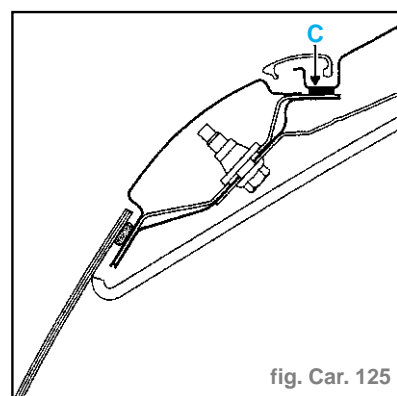

fig. Car. 125
**Nota** : Réaliser un cordon de mastic colle (C) dans les zones (B) et (D) du dessin de base, pour renforcer le pavillon au niveau des fixations de barres de toit. (fig. Car. 125)